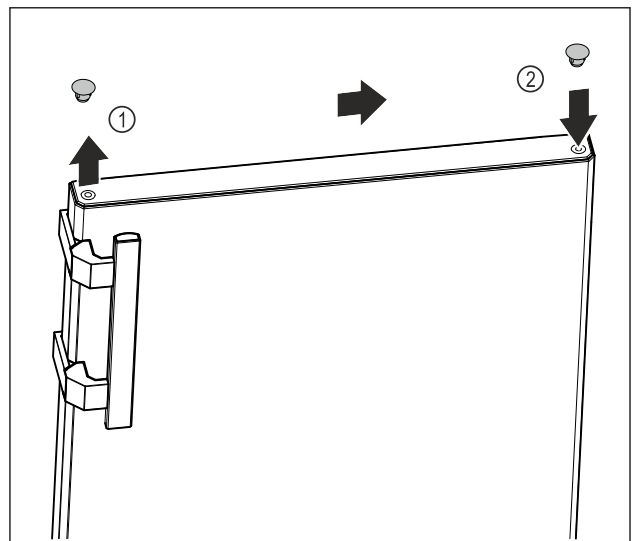

Fig. 9
- ▶ Viršutinės durų pusės dengiamąjį kamštį Fig. 9 (1) atsargiai pakelkite išdrožiniu atsuktuvu.
- ▶ Įstatykite dengiamąjį kamštį priešingoje pusėje. Fig. 9 (2)